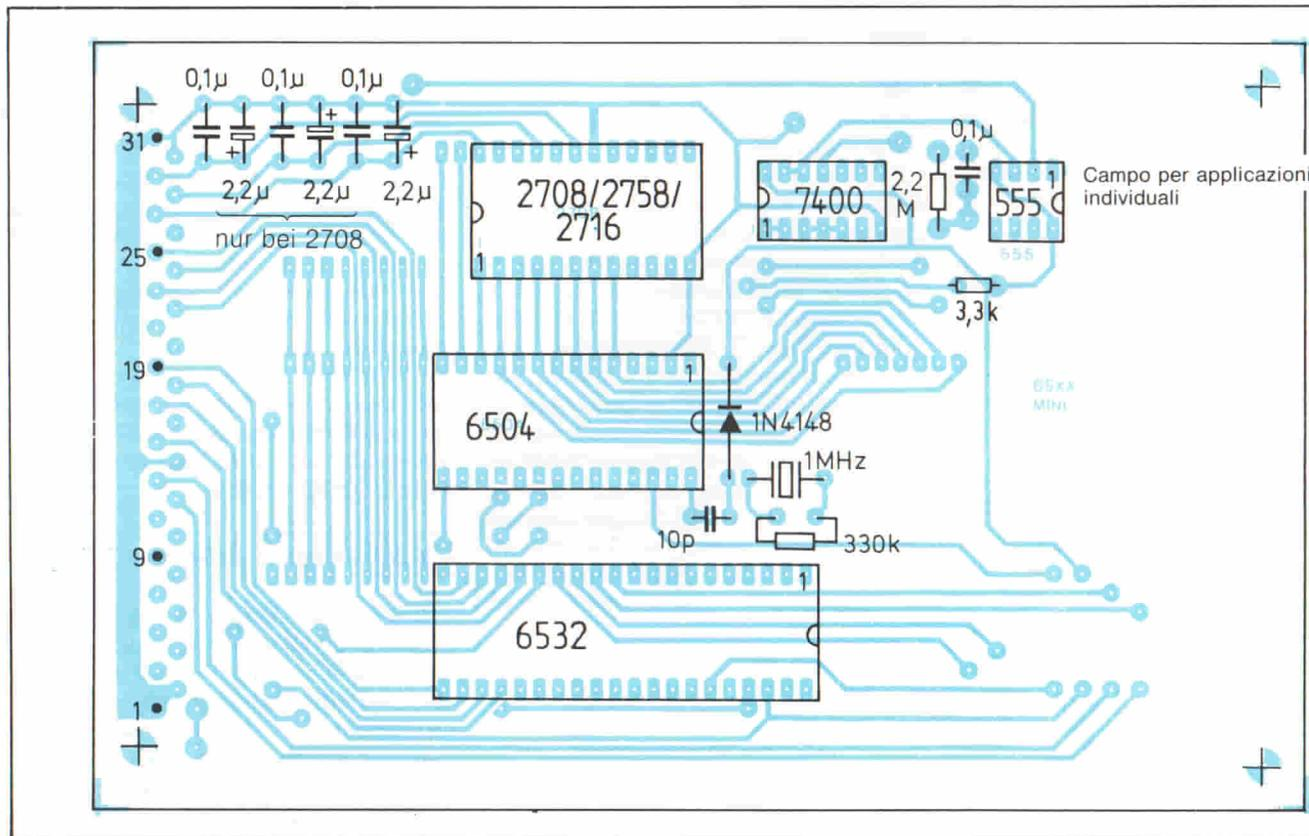

Fig. 4 - La disposizione di componenti sulla scheda.
**Fig. 4 - Struttura del Timer programmabile nel 6532. Il "prescaler" divide il clock di sistema di 1 MHz per 1, 8, 64, 1024 in conformità alla programmazione. Il registro può venir caricato con un valore di 8 Bit che verrà decrementato.**